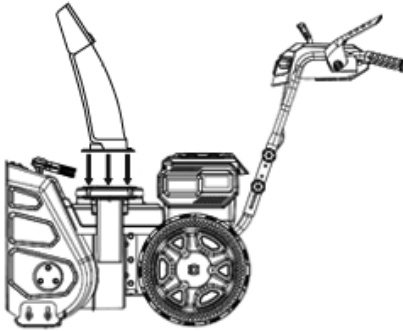

Рис. 7
1. Установите направляющую желоба выброса снега на основание и убедитесь, что нижнее отверстие направляющей совмещено с отверстием в основании снегоуборщика (Рис. 7).